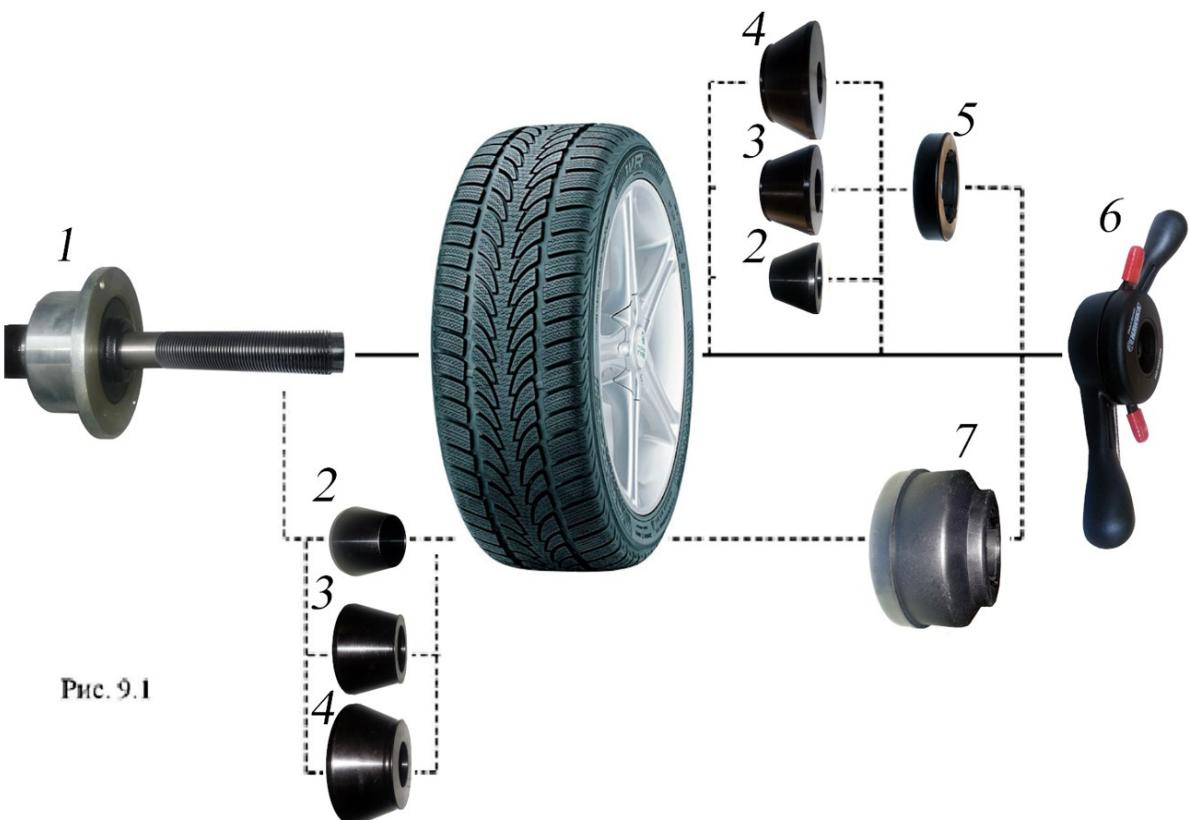

Рис. 9.1
9.2. Балансируемое колесо закрепляется на валу СБ за центральное отверстие диска с помощью конусов и быстросъемной гайки с раздвижными резьбовыми сухарями. В зависимости от конфигурации диска конус может быть установлен как с внешней стороны диска (вариант «*а*»), так и с внутренней (вариант «*б*»). При этом на гайке 6 кольцо 5 должно быть заменено на чашку 7. (см.рис. 9.1)
9.6. СБ оборудован педалью для ускорения установки колеса по (варианту «б») (см.рис. 9.1) Установите колесо на конус, установите быстросъемную гайку, нажмите два раза педаль, удерживая колесо и быстросъемную гайку. Вал СБ начнет вращаться, зажимая колесо, когда колесо будет зажато вращение вала остановится. Окончательно затяните колесо быстросъемной гайкой вручную.